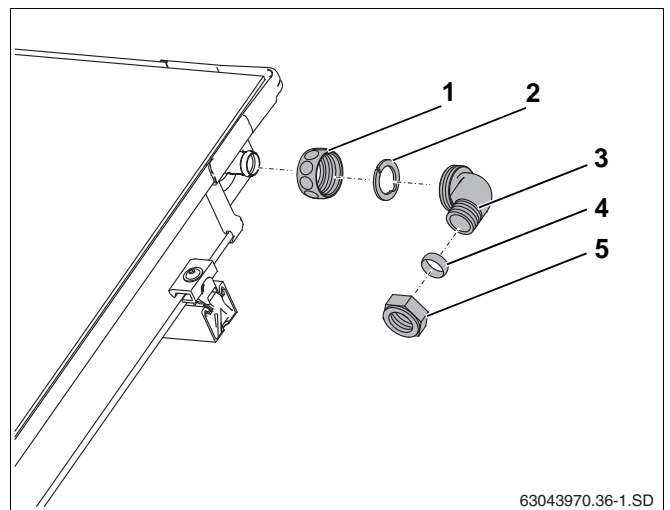

Fig. 57 Montering af fremløbsledning (uden udlufter på taget)
- ▶ Skub omløberen (fig. 57, **pos. 1**) over solfangertilslutningen.
- ▶ Læg klemskiven (fig. 57, **pos. 2**) bag solfangertilslutningens kant, og tryk sammen.
- ▶ Tryk vinklen med klemringsforskruingen (fig. 57, **pos. 3**) mod tilslutningen, og skru fast med omløber.